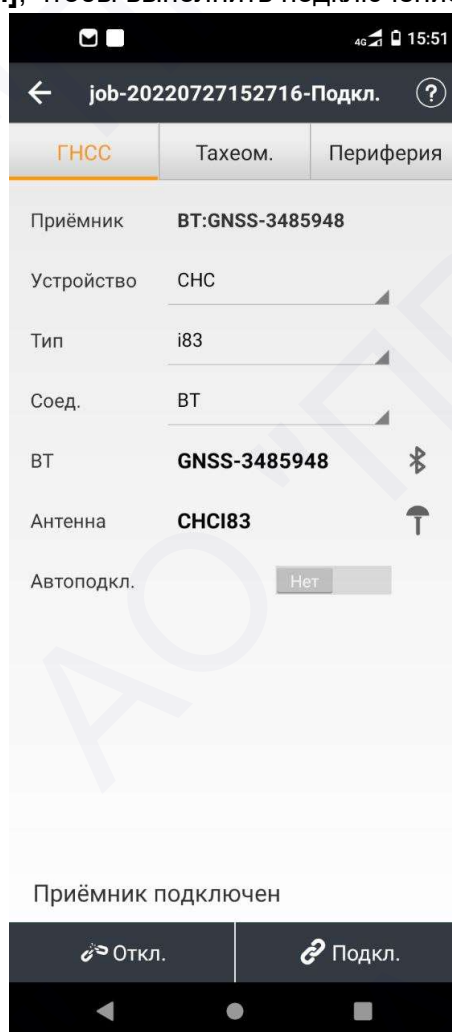

Рис. 2.54
2. Перейдите в меню **[Настройки]** → **[Подкл.]**. Выберите устройство: PrinCe, тип: i-серия, соединение: BT или WiFi, антенна CHC183 (см. рис. 2.54).